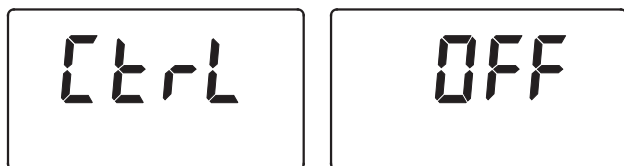

FIG. 37
2. Appuyez ensuite plusieurs fois sur le sélecteur jusqu'à ce que « Ctrl » clignote à l'écran (cf. Figure 37).